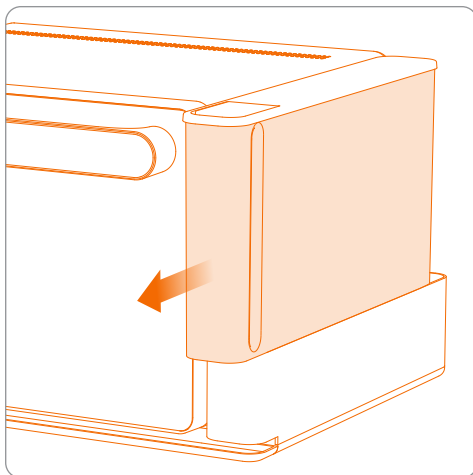

figure 1 : enlever le réservoir d'eau
1. Retirer le réservoir d'eau en le glissant vers l'extérieur comme indiqué à la figure 1.